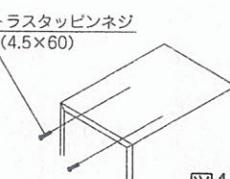

図10-4-1
- ②下台後板の壁面取付用下穴より所定のネジで壁面に固定してください。（図10-4-1）
- ③中台を設置してください。